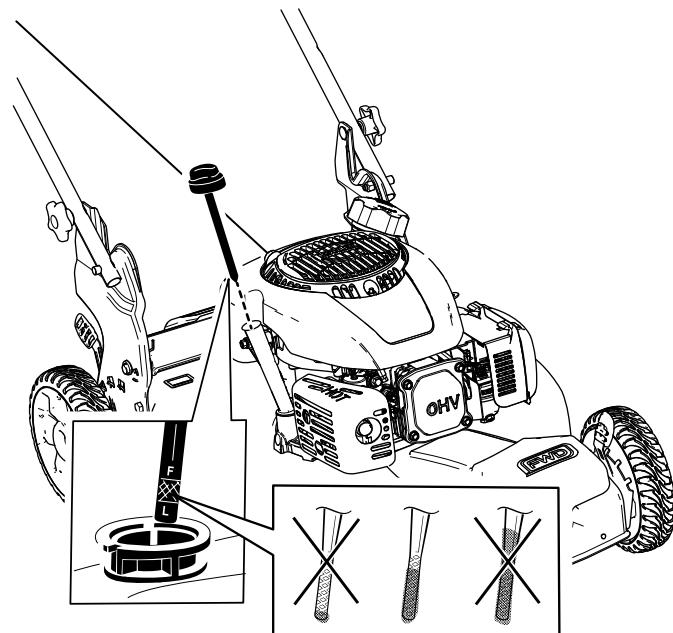

Figura 23
3. Retire la varilla girando el tapón en el sentido contrario a las agujas del reloj y tirando del mismo (Figura 23).
4. Ponga la máquina de lado (con el filtro de aire hacia arriba) para drenar el aceite usado del tubo de llenado de aceite (Figura 23).
10. Observe el nivel de aceite en la varilla (Figura 23).